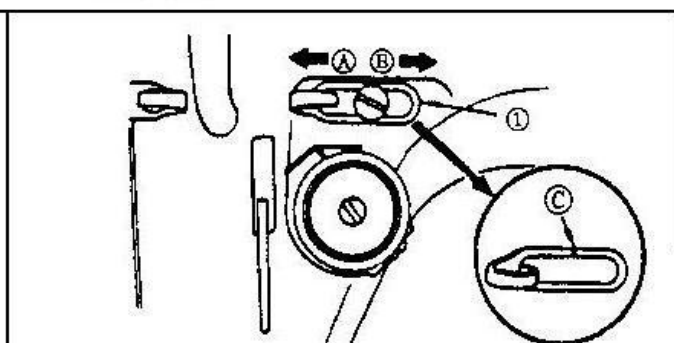

Рис. 22
16. РЕГУЛИРОВКА ХОДА НИТЕПРЯГИВАТЕЛЯ (Рис. 22).
- При пошиве тяжелых материалов двигайте нитепритягиватель (1) влево в направлении «А», чтобы увеличить длину нити, вытягиваемой нитепритягивателем
- При пошиве легких материалов двигайте нитепритягиватель (1) вправо в направлении «В», чтобы уменьшить длину вытягиваемой нити.
- Если линия отметки «С» на нитепритягивателе (1) находится на одной линии с центром нитки, то это стандарт.